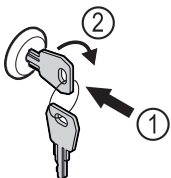

Fig. 120
- ▶ Zatlačte kľúč Fig. 120 (1).
- ▶ Otočte kľúč o 90° v smere hodinových ručičiek Fig. 120 (2).